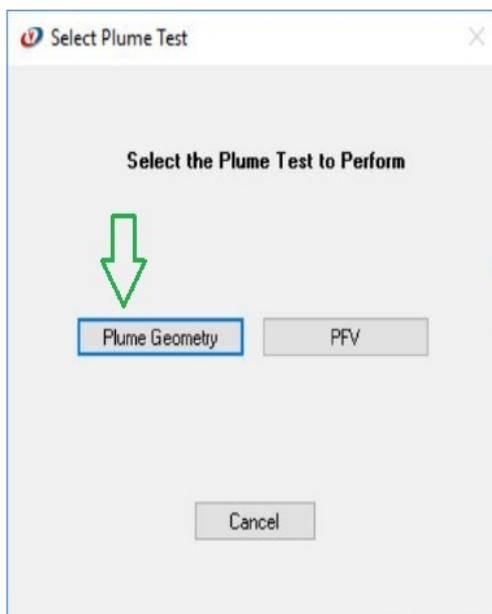
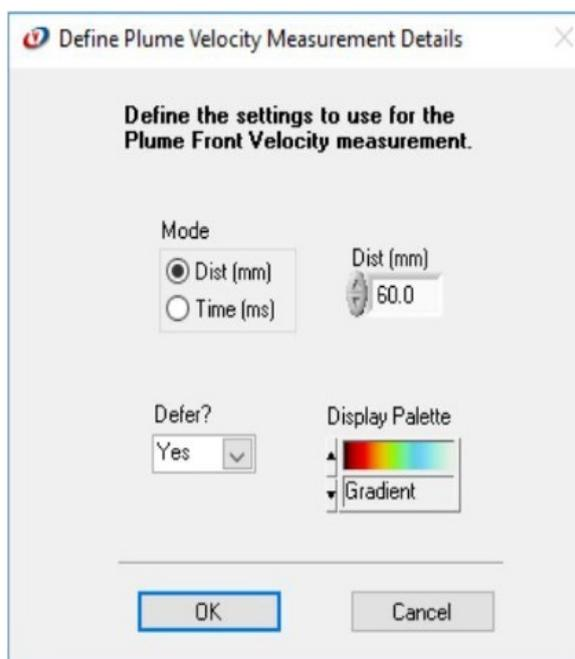

Figura 35. Caixa de diálogo seleção do tipo de medição pluma geométrica.
Figura 37. Detalhes de medição de velocidade frontal da pluma.
- (2) A caixa de diálogo tipo de medição de pluma geométrica abre conforme Figura 35. Se *Plume Geometry* for selecionado, siga as etapas (2) a (8) abaixo. Se PFV (velocidade frontal da pluma) for selecionado, pule para a etapa do item (9).
- (7) Selecione a paleta de cores a ser usada para exibir as imagens de geometria da pluma usando o controle Paleta *Display Palette*.
- (8) Clique no botão OK para finalizar a definição dos detalhes da medição da geometria da pluma.
- (9) Meça a velocidade frontal da pluma (PFV - *Plume Front Velocity*) selecionada na etapa (2) da Figura 35, a caixa de diálogo detalhes de medição frontal da pluma PFV *measurement* abre, conforme Figura 37.